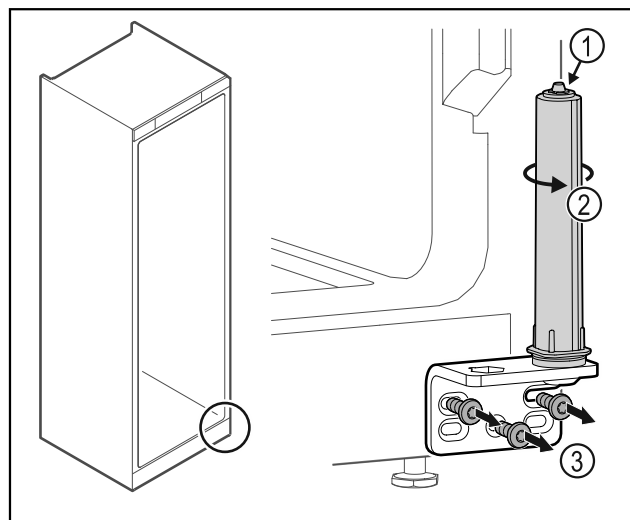

Fig. 41
- Non disassemblare il sistema di chiusura della porta Fig. 41 (1).
- Ruotare il sistema di chiusura Fig. 41 (2) finché non si innesta con un clic.
- Svitare la cerniera angolare Fig. 41 (3).